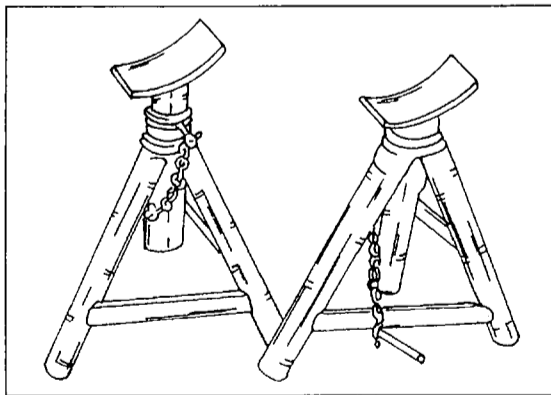

Bild 5
• Ganz besonders ist darauf zu achten, dass zu Arbeiten an den Bremsen, an der Radaufhängung oder allgemein an der Unterseite des Fahrzeuges für eine sichere Abstützung des hochgebockten Wagens gesorgt ist. Kapitel 1.5 sollte durchgelesen werden, ehe man das Fahrzeug aufbockt. Der Bordwagenheber ist nur für den Radwechsel unterwegs vorgesehen. Falls er dennoch bei Reparaturen zur Hilfe genommen wird, ist lediglich der Wagen damit anzuheben und dann auf geeignete Montageböcke abzulassen. Derartige, dreibeinige Unterstellböcke, wie man sie in Bild 5 sehen kann, sollen zur Sicherheit auch unter dem Fahrzeug platziert werden, wenn ein Garagenwagenheber zur Verfügung steht. Ziegelsteine sollten zum Unterbauen nicht verwendet werden, allenfalls Hohlblocksteine wegen ihren größeren Auflageflächen, doch sind dann zwischen Fahrzeug und Stei-